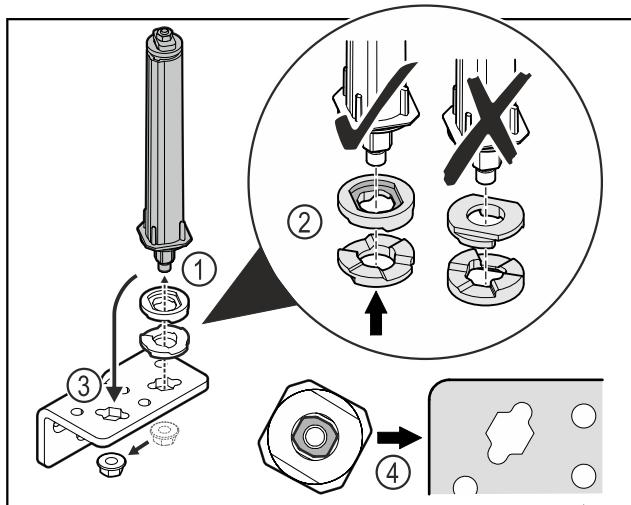

Fig. 41
- Otpustite maticu i skinite sustav zatvaranja vrata Fig. 41 (1).
- Pazite na ispravno poravnanje pločica za namještanje visine Fig. 41 (2).
- Premjestite sustav zatvaranja vrata u kutnim šarkama i pričvrstite ga maticom Fig. 41 (3).
- Pri umetanju pazite na ispravno poravnanje sustava zatvaranja vrata Fig. 41 (4).